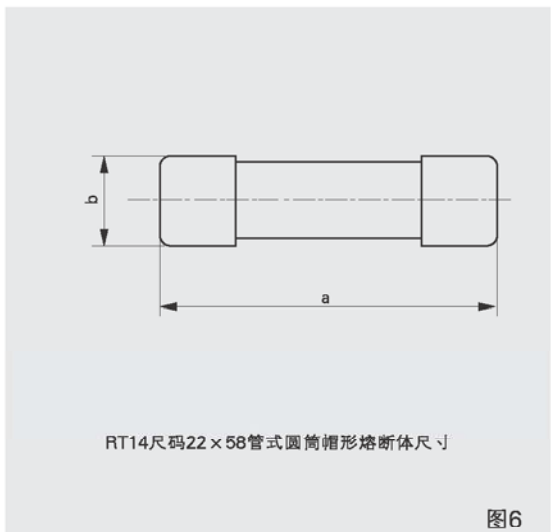
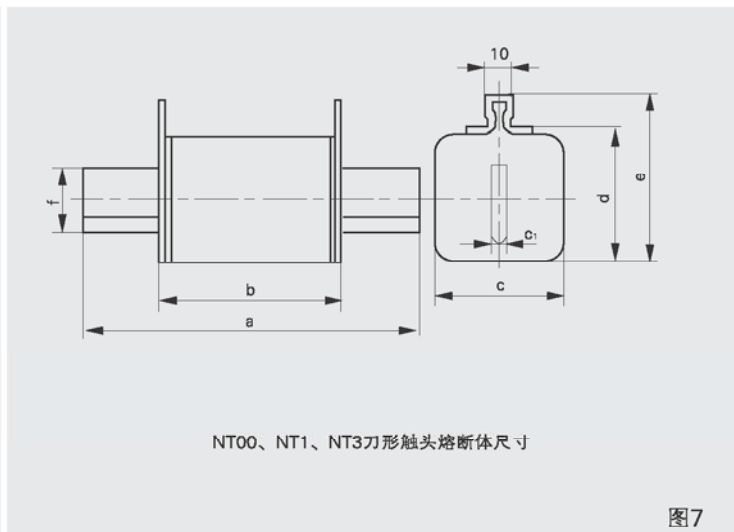

图6
图7
6、SGR5系列隔离开关熔断器组选配熔断体型号及外形尺寸见图6、图7、表7（熔断体不随产品提供）